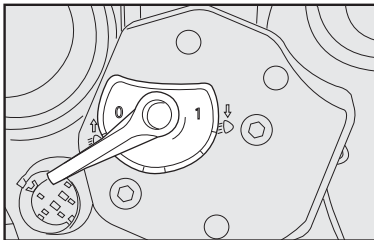

fig. 120
#### Regulador no farol - figs. 120, 121 e 122
**Posição 0-fig. 120** - com veículo com carga normal.